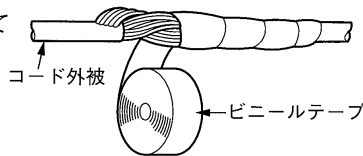

図 28
- 配線コードとコード内の電線には若干の隙間があり、コード接続部や末端の防水処理が不完全ですと、毛細管現象でアクチュエータ端子箱内に水分が浸入して、内部腐食により作動不良を発生させる場合があります。コード接続部・末端部の防水処理を確実に行ってください。(図28)
① 未使用電線の絶縁処理部及びコード電線と中継コードの圧着部の防水処理
② 電線コードとコード外被の防水処理
③ 圧着した電線を束ねてコード外被からビニールテープを密に巻く